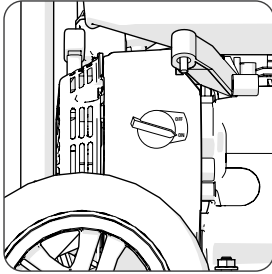

Abb. 5
- Schalten Sie die Maschine ab, indem Sie den Zündschalter auf 'OFF' stellen. **(Abb. 5)**